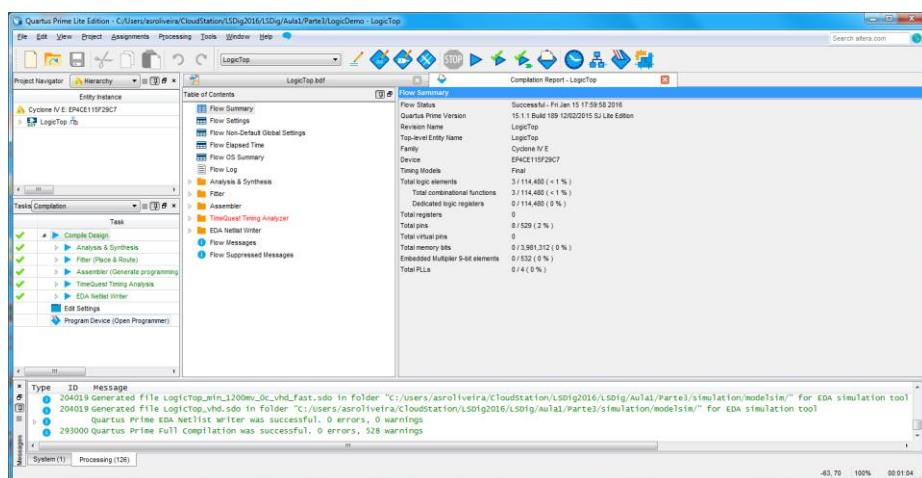

Figura 58 – “Quartus Prime” IDE após compilação (implementação) completa do projeto.
**11.** Efetue a síntese e implementação do projeto através do comando “*Compile Design*”. No final da compilação o IDE deve apresentar o aspeto da Figura 58.